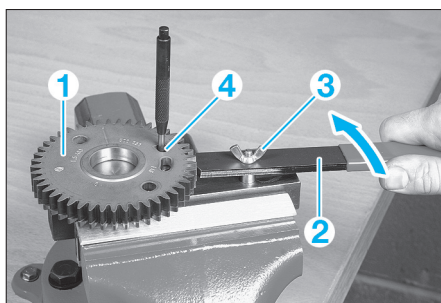

FIG. 70
- Placer le levier (2) de l'outil (Mot. 1773) sur l'axe du socle (fig. 70).